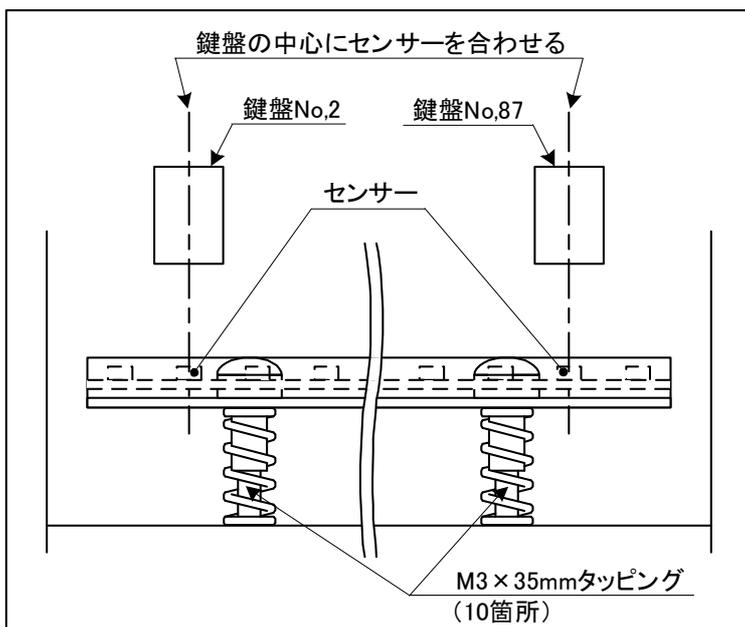

図4.4-4 鍵盤センサー左右位置決め
(4) 図4.4-4の様に鍵盤No.2とNo.87を取り付け、センサーの中心線上に鍵盤の中心が重なるようにして左右位置を決定しネジ止めする。(M3×35mmタッピング 10本)